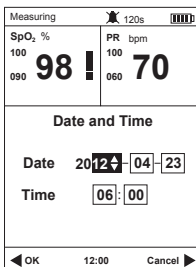

Fig.3.2
- 2) Premere il pulsante di navigazione per selezionare la voce "Data e ora", quindi premere il pulsante OK per entrare nella schermata di impostazione dell'ora (fare riferimento a Fig.3.2). Premere il pulsante di navigazione regolare il valore e quindi premere il pulsante OK per confermare il valore.